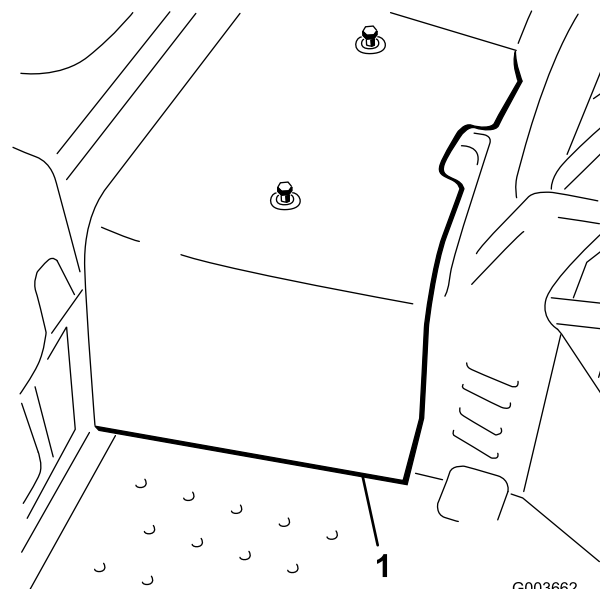

Figura 3
6. Desligue e retire o resguardo central da estrutura (Figura 3)